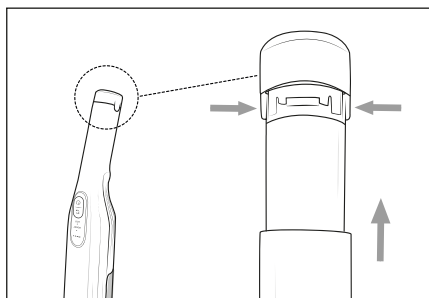

Fig. 10
- ♦ For at fjerne batteriet 1 fra produktet skal du trykke på de to batteri-oplåsningsknapper 2 og tage batteriet 1 ud af produktet (se fig. 10).